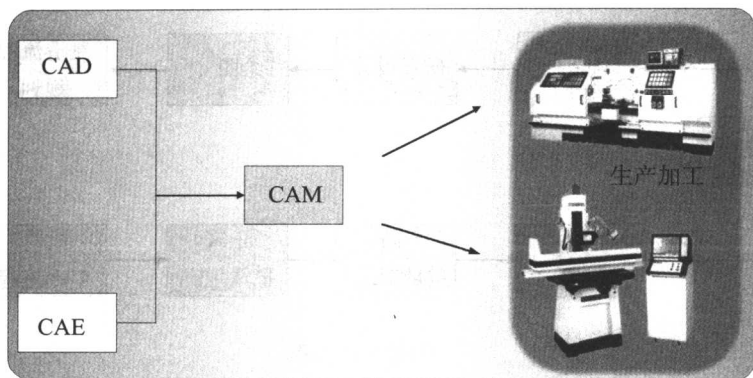

图 1.4
(3) CAM(Computer Aided Manufacture): 是计算机辅助制造的意思,顾名思义就是把计算机应用于生产制造过程中,达到监视与控制的目的,不仅可使产品精密度提高,更由于生产自动化而大大降低了人力成本,如图 1.4 所示。